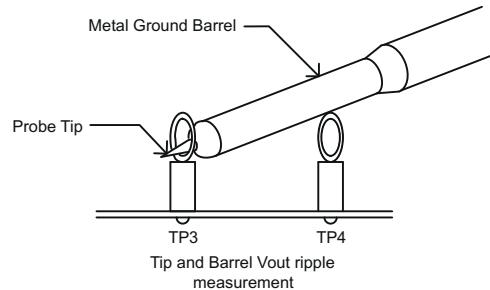

图 8-1. 使用尖端和接地筒测量输出电压纹波
3. 按照图 8-1 将具有裸露金属接地筒的示波器探针连接到 TP3 和 TP4。由于接地环路较大，使用引线接地可能会产生额外的噪声。